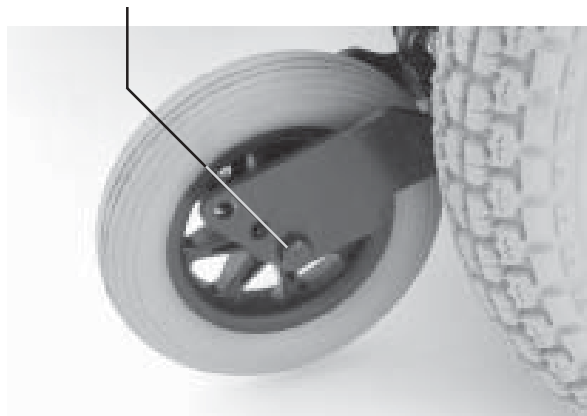

Figure 18. Roues anti-basculés
Votre Blast est équipé de roues anti-basculés arrière à ressort se déplacent vers le haut et le bas afin d'éviter qu'elles ne s'accrochent à des obstacles. En outre, les roues anti-basculés sont reliées aux roues de traction et réagissent aux déplacements soudains de poids vers l'arrière ce qui permet d'augmenter la stabilité et la performance. Voir la figure 18.
1. Desserrez le bouton de l'essieu anti-basculés ainsi que les entretoises en nylon à l'aide des clés de 13 mm. Voir la figure 18.